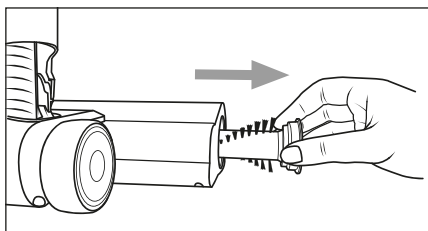

Fig. 23
- 3) Træk børsterullen **19** ud af gulvbørsten **20** (se fig. 23).